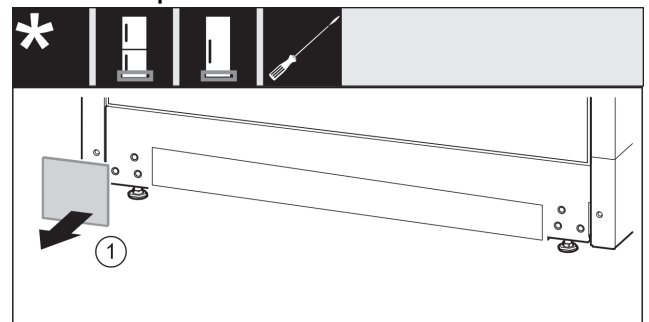

Fig. 17
- ▶ Retire la cubierta Fig. 17 (1).